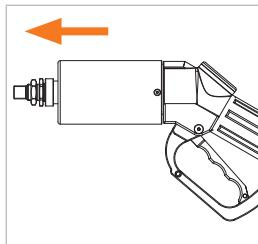

Figure 23
- Retirez soigneusement le réceptacle de service WEH® et en ligne droite du nozzle de ravitaillement (*Figure 23*).